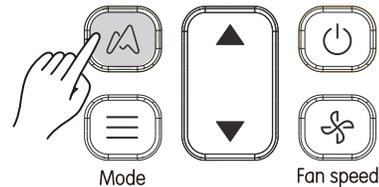

Figura 3.15
1. Presione (consulte la Figura 3.15) para enviar la señal ETA de Trane a la unidad interior. Se mostrará el ícono .